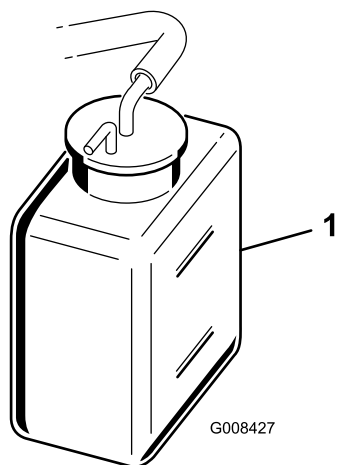

Figura 26
2. Controllate il livello del refrigerante (Figura 26).